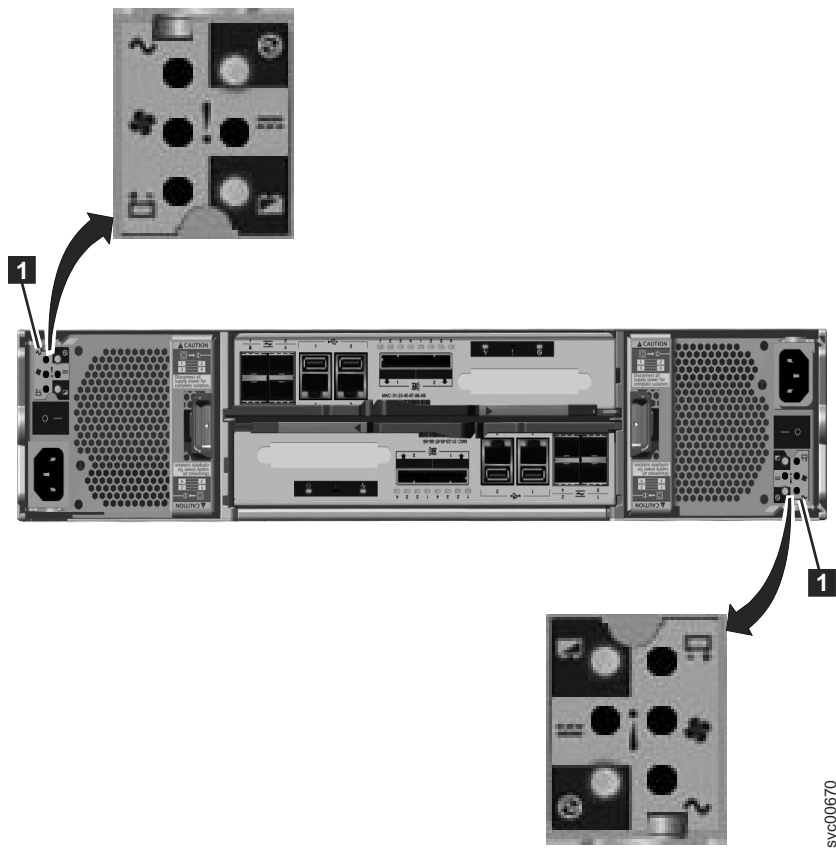

Figura 21. LEDs nas Unidades da Fonte de Alimentação do Gabinete de Controle
1. Utilize o LED estado da falha de energia AC, de fonte de alimentação OK, de falha de ventilador e de energia DC em cada unidade de fonte de alimentação no gabinete para determinar se há energia no sistema ou se há problemas de energia. A Figura 21 mostra os LEDs na unidade de fonte de alimentação para o 2076-112 ou 2076-124. Os LEDs nas unidades de fonte de alimentação para o 2076-312 e 2076-324 são parecidos, mas eles não são mostrados aqui.